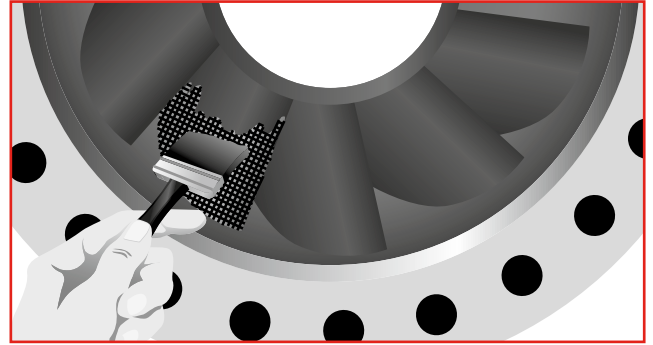

Figura 44. Recubra con epóxico la lámina de metal perforada y de un acabado liso
**4. Para terminar la reparación**, aplique con brocha un recubrimiento de Brushable Ceramic de 15 a 20 milésimas de espesor, llenando los puntos porosos en la carcasa. Una vez que la primera capa haya curado, aplique una segunda capa de producto. (Vea la figura 44).